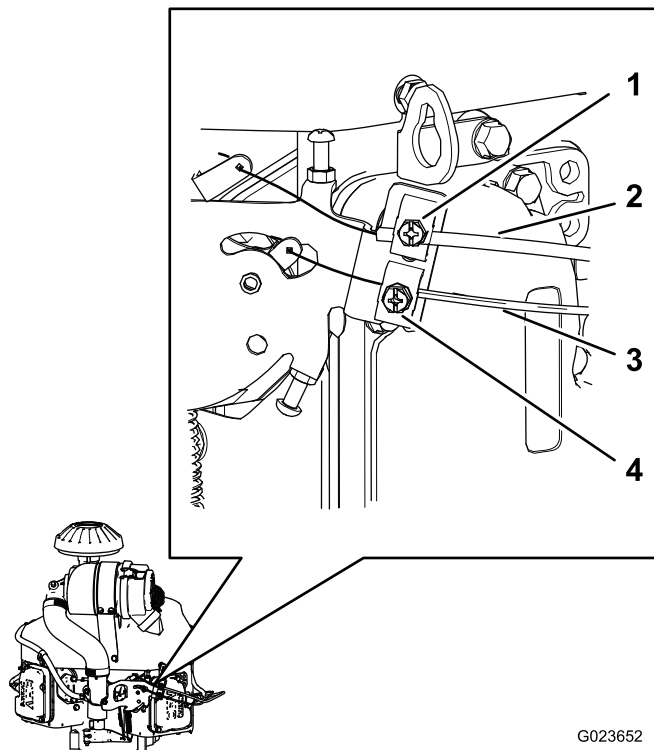

図 65
2. スロットルケーブルのハウジングをエンジンに固定しているクランプのねじをゆるめる 図 65。
4. スロットルケーブルのハウジング 図 65を引いてスロットルケーブルのたるみをほとんどゼロにし、その状態でクランプねじを締めつける。
2. チョークケーブルのハウジングをエンジンに固定しているクランプねじをゆるめる(図 65)。
5. チョークケーブルのハウジング 図 65 を引いてチョークケーブルのたるみをほとんどゼロにし、その状態でクランプねじを締めつける。